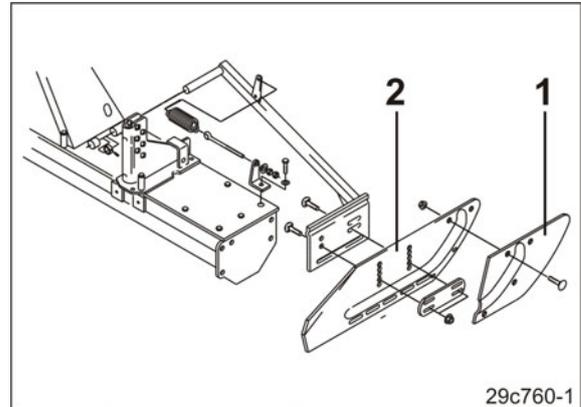

Fig. 18
1. Vissez les rallonges de déflecteurs latéraux (Fig. 18/1) sur les déflecteurs latéraux (Fig. 18/2) du cultivateur rotatif/de la herse rotative.